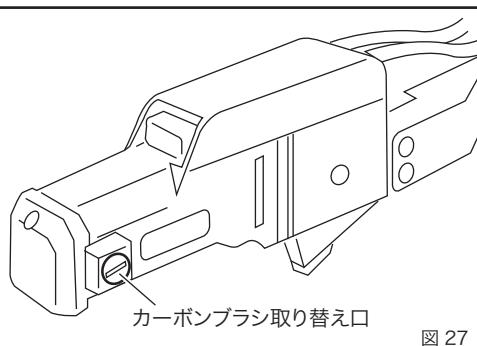

図 27
- ①カーボンブラシ取り替え口の蓋をマイナスドライバーなどで外して、中にあるカーボンブラシを交換してください。(図 27)